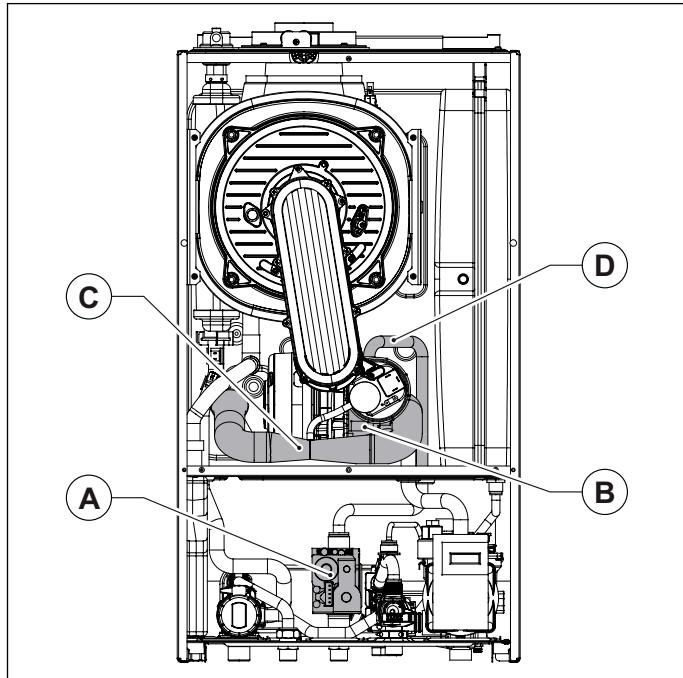

Fig. 41 Tobă de aspirație
- Înlăturați toba de aspirație având grija să deșurubați mai întâi șuruburile care fixează amestecătorul (vezi Fig. 41 Tobă de aspirație).
- Deconectați conducta de gaz de la amestecător (vezi Fig. 41 Tobă de aspirație).
- Înlăturați toba de aspirație având grijă să deșurubați mai întâi șuruburile care fixează amestecătorul (vezi Fig. 41 Tobă de aspirație).